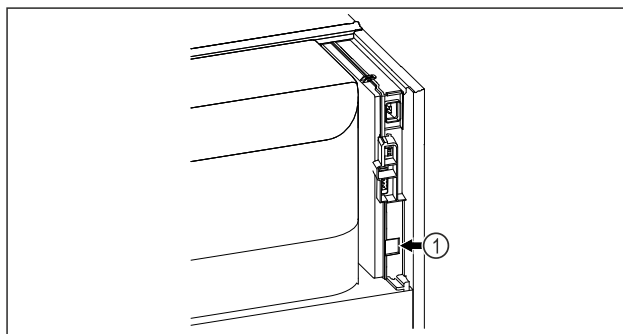

Fig. 127
- ❑ SmartModule Fig. 127 (1) je nasadený.